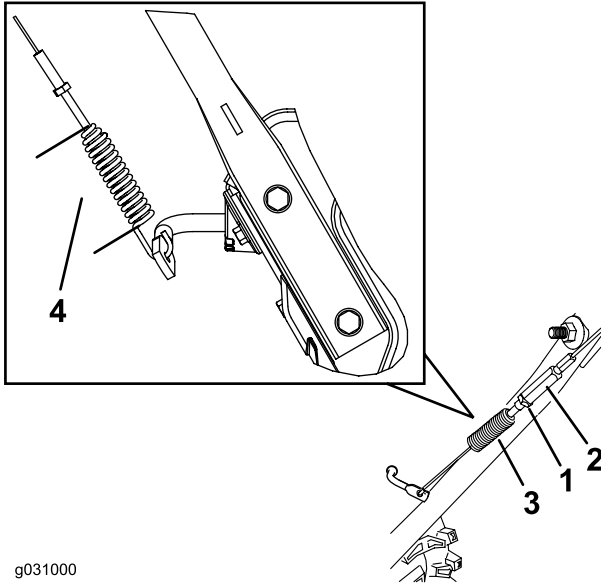

Figura29
3. Strângeți sau slăbiți întinzătorul cu filet pentru a regla lungimea arcului la 7 cm, după cum este ilustrat în Figura29.
4. Strângeți contrapiulița (Figura29), asigurându-vă că în cablu este o tensiune redusă.